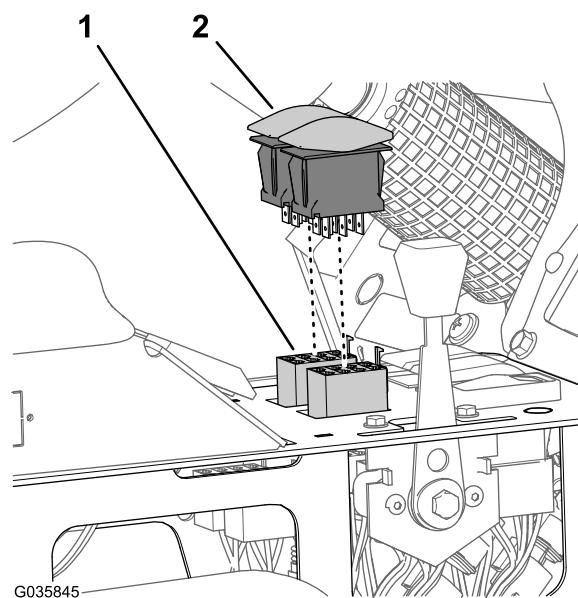

图 40
3. 从左、右喷洒臂升降控制电路的喷洒臂升降开关上断开机器线束的 8 插槽接头 图 40。
4. 将摇臂开关接入超声波喷洒臂修整套件线束的 8 插槽接头 图 40。
5. 将喷洒臂升降开关插入中央控制台面板的开口直至开关牢固卡入面板 图 40。